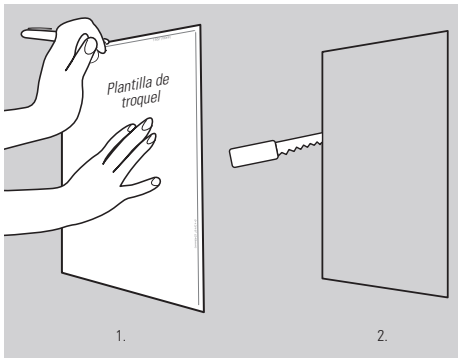

Figura 5
1. Utiliza la plantilla del agujero de la pared suministrada para marcar la ubicación del altavoz. Utiliza una sierra para recortar el tamaño adecuado. (Figura 5)